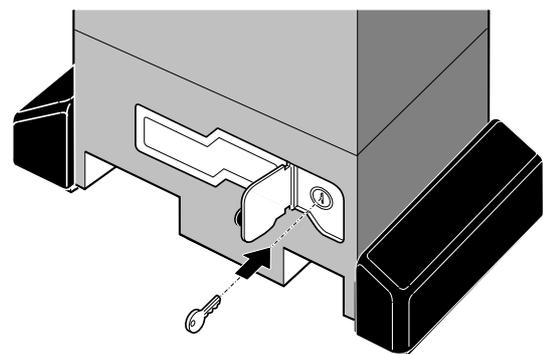

Fig. 1
Para acceder al depósito es necesario quitar el tapón de recarga (Fig. 1 ref. 8).
- 1) Abrir la tapa de protección e insertar la llave correspondiente en la cerradura (Fig. 1).